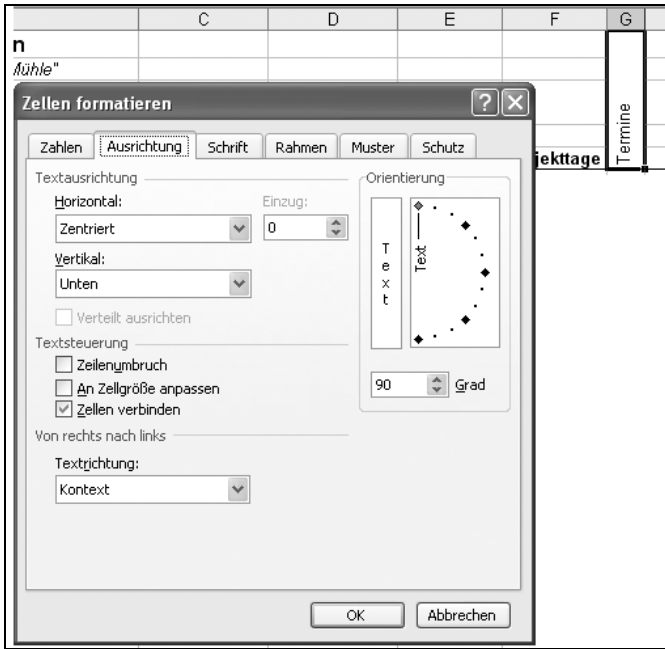

Abbildung 6.33 Ein Trennungsbalken am rechten Rand der Terminplanung
- 1 Schreiben Sie das Wort »Termine« in den Listenkopf der nächsten freien Spalte (G).
- ③ Drehen Sie die Schrift um 90 Grad (siehe Abbildung 6.33).